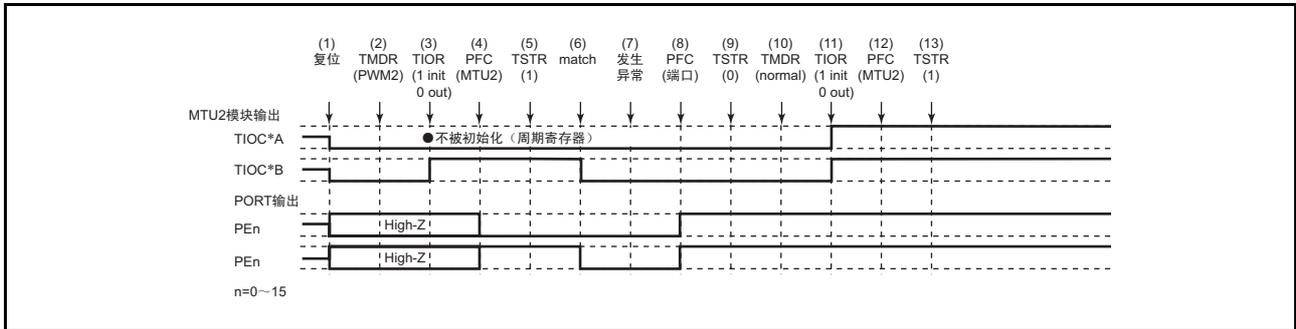

图 10.148 在 PWM 模式 2 中发生异常并在正常模式中恢复
在 PWM 模式 2 中发生异常，重新设定后在正常模式中重新开始时的说明如图 10.148 所示。
- (1) ~ (9) 与图 10.148 相同。
- (10) 设定 PWM 模式 1。
- (11) 必须通过 TIOR 初始化引脚（在 PWM 模式 1 中不初始化 TIOC*B）。
- (12) 必须通过 PFC 设定为 MTU2 输出。
- (13) 通过 TSTR 重新开始。
(15) 在 PWM 模式 2 的运行中发生异常并在 PWM 模式 2 中重新开始时的运行
- (10) 在 PWM 模式 2 中重新开始不需要此步骤。
- (11) 必须通过 TIOR 初始化引脚（在 PWM 模式 2 中不初始化周期寄存器的引脚）。
(16) 在 PWM 模式 2 的运行中发生异常并在相位计数模式中重新开始时的运行
- (10) 设定相位计数模式。
- (11) 必须通过 TIOR 初始化引脚。
(17) 在相位计数模式的运行中发生异常并在正常模式中重新开始时的运行